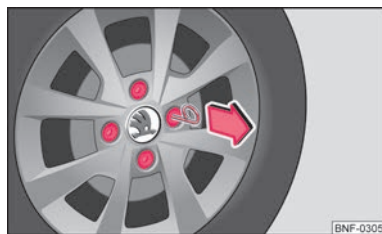

Fig. 103 Dækkapper til hjulboltene
- Stik afmonteringsbøjlen fra bilens værktøj gennem åbningen i dækkappen → Fig. 103, og træk dækkappen af i pilens retning.